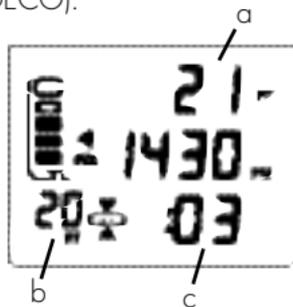

Fig. 77 - PRINCIPAL PARADA
**PRINCIPAL DE PARADA DE SEGURIDAD;** ésta es la información mostrada (Fig. 77):